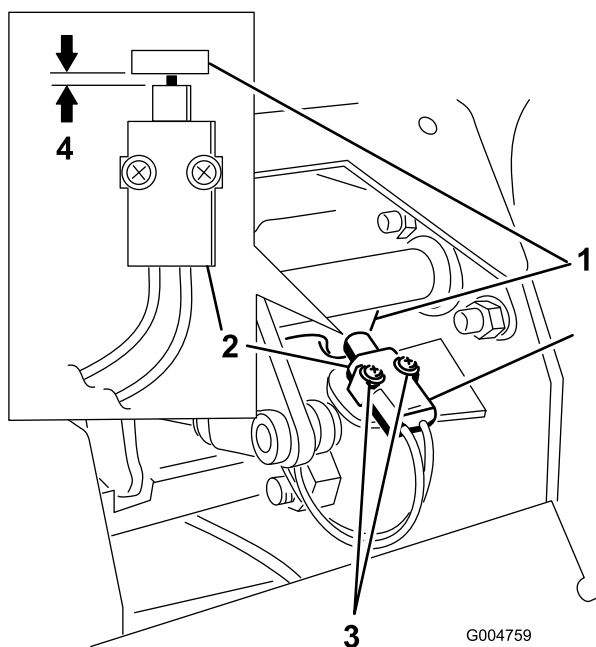

図 56
4. ブレーキ・シャフトのタブとインタロック・スイッチのボディーとの距離が 0.4~1 mm になるように、スイッチの位置を調整する (図 56)。